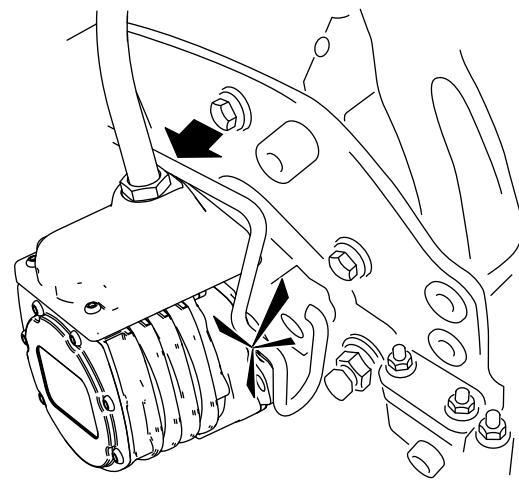

Bild 55
6. Schmieren Sie die Keilwelle des Schneideeinheitmotors mit sauberem Fett ein (Bild 55).
7. Setzen Sie den Motor in die linke Seite der Schneideinheit (aus Sicht der Bedienerstellung) und ziehen die Motorbefestigungsstange an der Schneideinheit zum Motor, bis Sie einen deutlichen Klick von beiden Seiten des Motors hören (Bild 55).